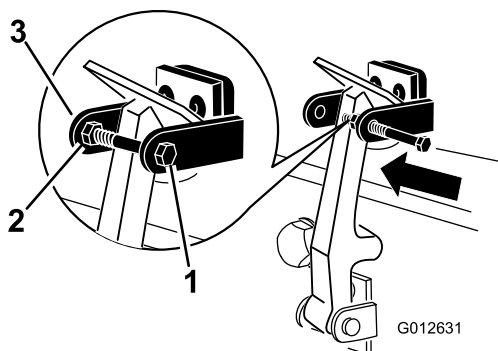

Figura 6
7. Enrosque el perno en el otro brazo del seguro de cierre del capó para bloquear la posición del cierre (Figura 6). Apriete el perno firmemente, pero no apriete la tuerca.